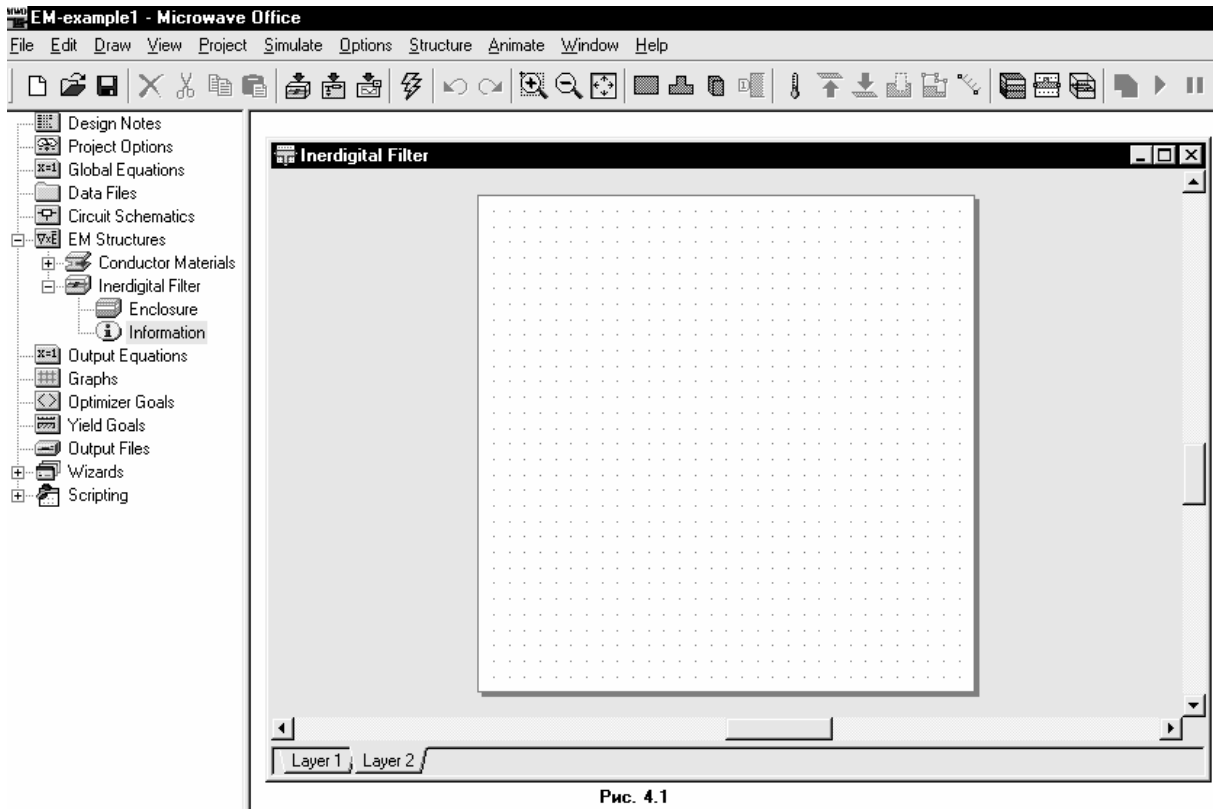

Рис. 4.1
2. Наберите **Interdigital Filter** (Стержневой фильтр) в поле **Enter EM Structure Name** (Ввод имени электромагнитной структуры) и нажмите **ОК**. На рабочем поле откроется окно электромагнитной структуры (рис. 4.1).
стержневого фильтра **Inerdigital Filter** (в группе **EM Structures**) в окне просмотра проекта (см. рис. 4.1) или щёлкните левой кнопкой мышки по значку **Enclosure**